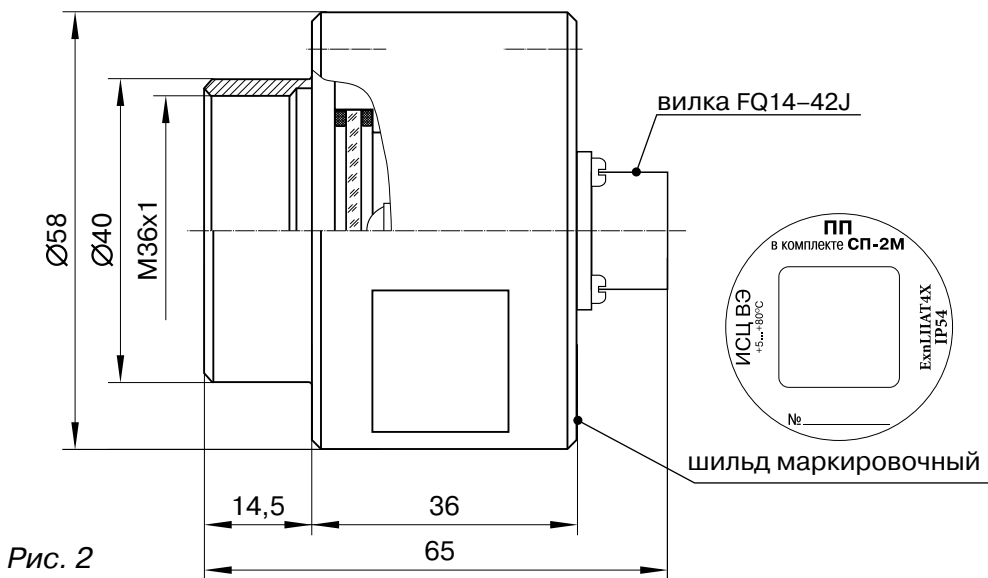

Рис. 2
3.4.1. Преобразователь первичный конструктивно выполнен в алюминиевом корпусе, внутри которого размещена плата печатного монтажа с элементами электрической схемы. На корпусе установлен стальной фланец с резьбой М36х1 для присоединения к световоду (трубе) и вилка FQ14-4ZY для подключения кабеля линии связи с прибором первичным (см. рис. 2).